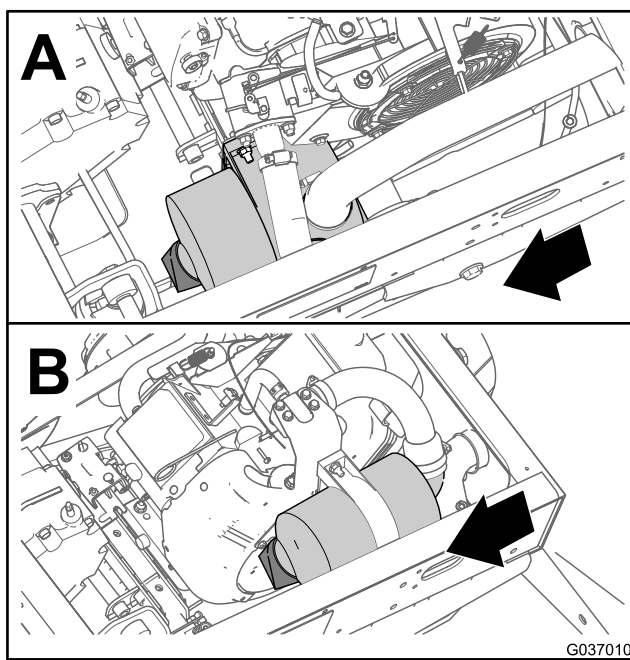
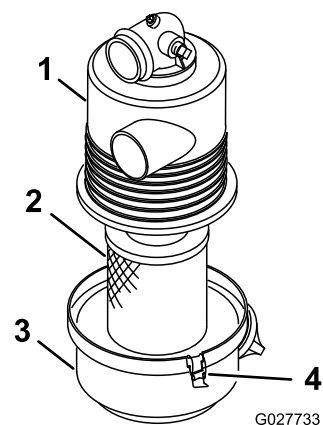

Рисунок 36
Рисунок 37
2. Проверьте корпус воздухоочистителя на отсутствие повреждений, которые могут вызвать утечку воздуха (Рисунок 36 и Рисунок 37).
3. Отпустите фиксаторы, крепящие крышку воздушного фильтра на его корпусе (Рисунок 37).
4. Отделите крышку от корпуса и очистите внутреннюю поверхность крышки воздушного фильтра (Рисунок 37).
3. Вставьте элемент в корпус воздушного фильтра (Рисунок 37).
4. Совместите крышку воздухоочистителя с его корпусом (Рисунок 37).
5. Закрепите крышку на корпусе фиксаторами (Рисунок 37).